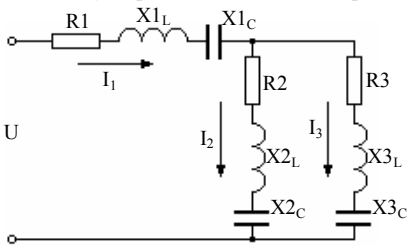

Рис. 14.1
**1. Исходные данные.** К источнику переменного тока с напряжением  $U$  подключена электрическая цепь (рис. 14.1). Значения параметров элементов цепи и тока в одной из ветвей приведены в табл. 14.1.